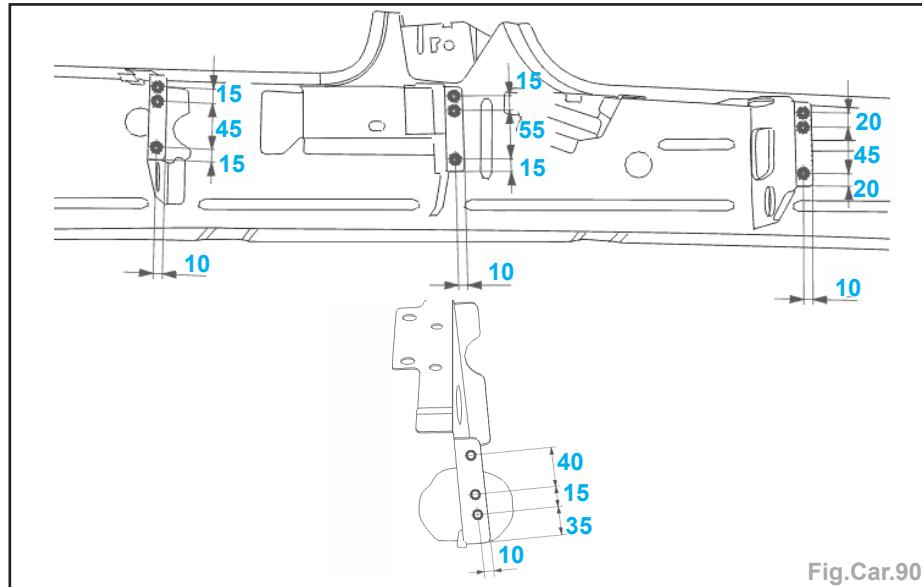

Fig.Car.90
- Tracer puis percer au **$\Ø 6,5 \text{ mm}$** pour soudage ultérieur par points bouchons (Fig.Car.90).